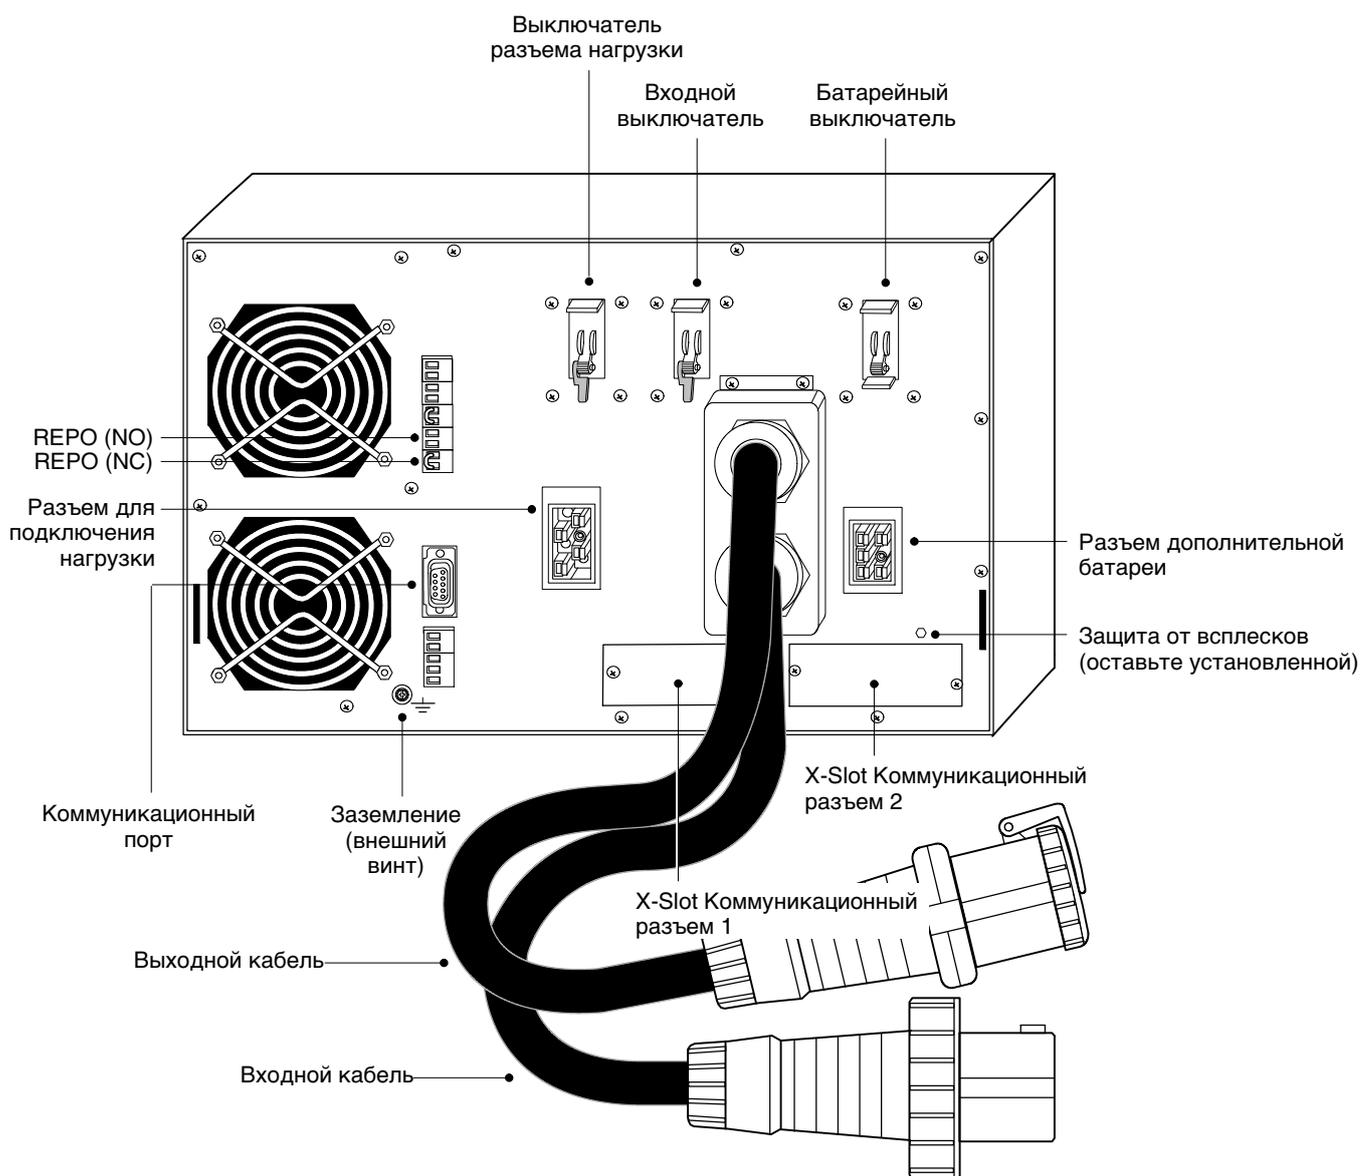

Рисунок 32. BladeUPS Задняя панель (Самостоятельный ИБП показан с выходным кабелем IEC 309-60A)
1. Убедитесь, что прерыватели цепи на задней панели ИБП находятся в положении OFF (O) (см. Рисунок 32 на странице 32).
**ПРИМЕЧАНИЕ.** Рекомендуется устанавливать карту Powerware Hot Sync CAN Bridge в X-Slot коммуникационный разъем 2 (см. Рисунок 32 на странице 32), оставляя X-Slot коммуникационный разъем 1 свободным для других карт X-Slot.
16. Если стойка имеет проводники для заземления или крепления незаземленных металлических деталей, подключите кабель заземления (не входит в комплект поставки) к винту заземления. Расположение винта заземления показано на Рисунок 32 на странице 32.